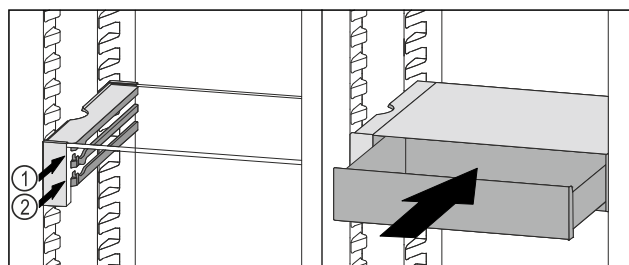

Fig. 103
- ▶ Zásuvku VarioSafe nasadte za zarážkami na požadovanom rebre Fig. 103 (1) alebo Fig. 103 (2).